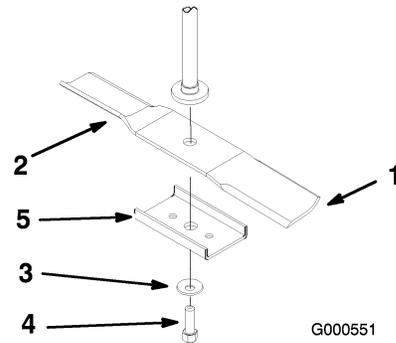

Figura 40
rondella curva, il rinforzo della lama e quest'ultima dall'asse del fusello (Figura 40).
1. Montate la lama sull'asse del fusello (Figura 40).
2. Montate il rinforzo della lama, la rondella curva (lato concavo verso la lama) ed il bullone della lama (Figura 40).